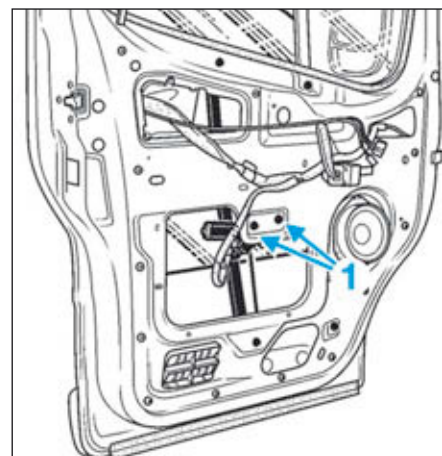

FIG.94
- les vis (1) (Fig.94),
- les vis (1) (Fig.94).